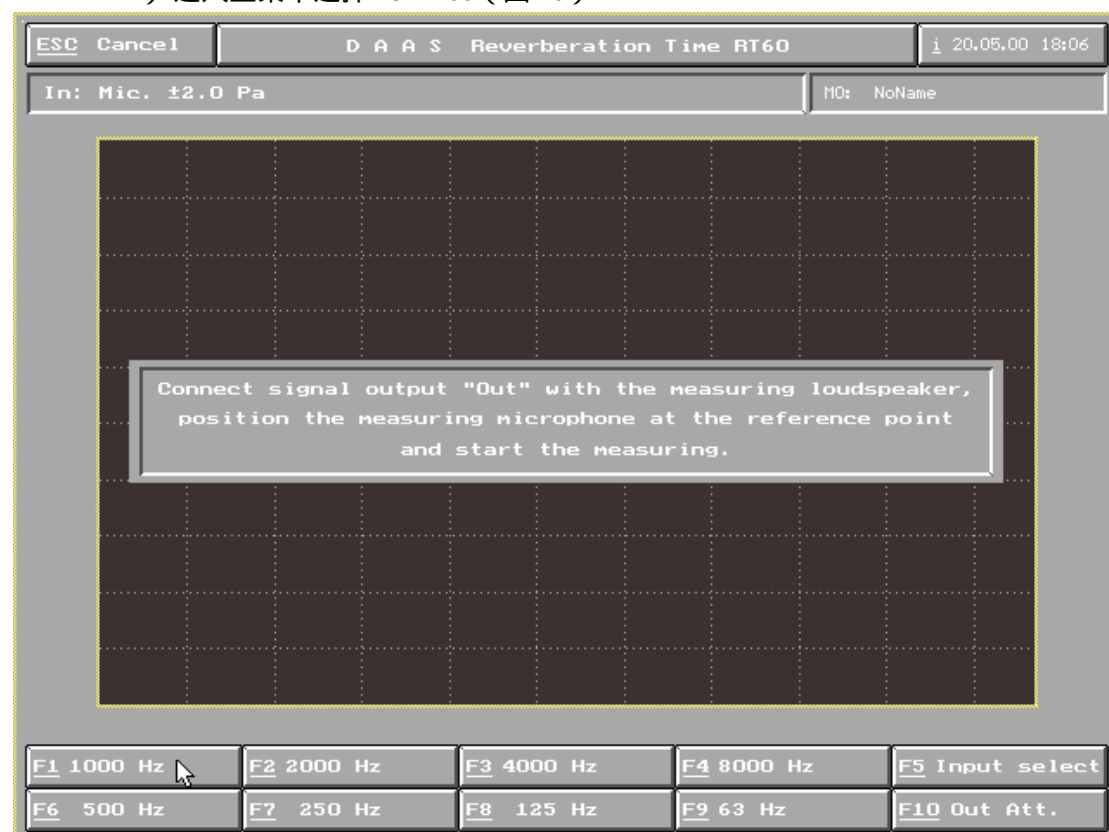

图 41
- 2) 例如测试 1000HZ 点混响时间，则先按 F1 1000HZ (图 41)